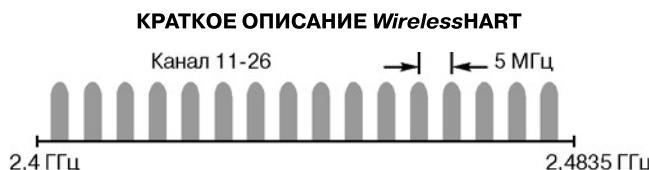

Рис.3.
- Диапазон частот 2,4 ГГц, разделенный на 15 радиоканалов (см.рис.3)